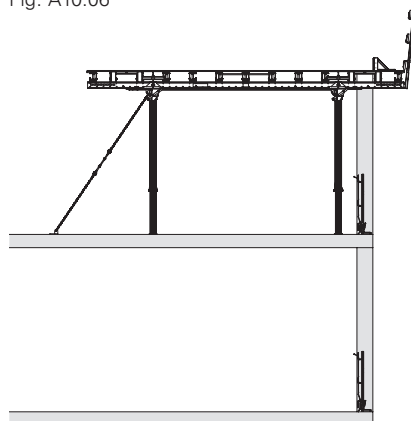

Fig. A10.07
6. Estendere il MULTIPROP MP (11b), depositare il tavolo per solai e ancorare. (Fig. A10.07)